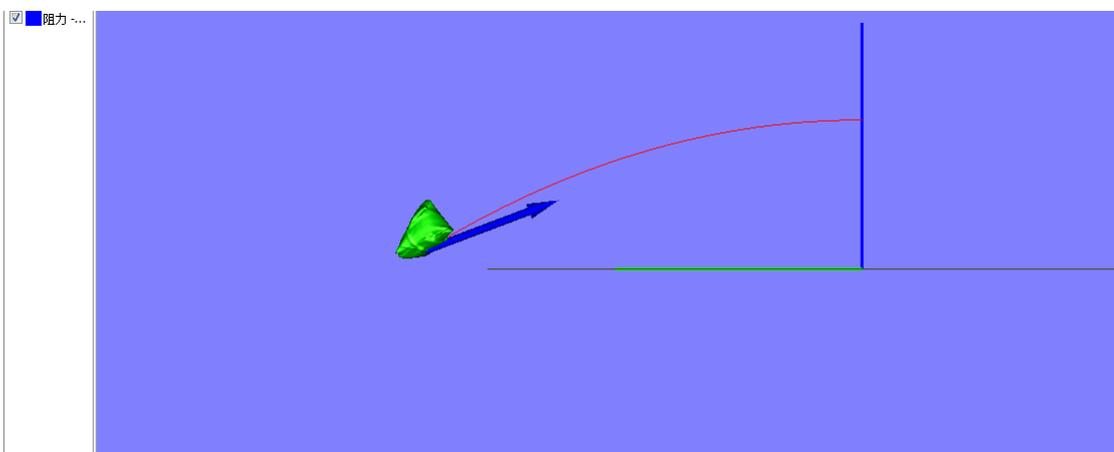

图 009-5 阻力矢量图绘制
2、阻力矢量图绘制：以相同的方法，创建阻力矢量，点击仿真，观察阻力矢量变化，如图 009-5。